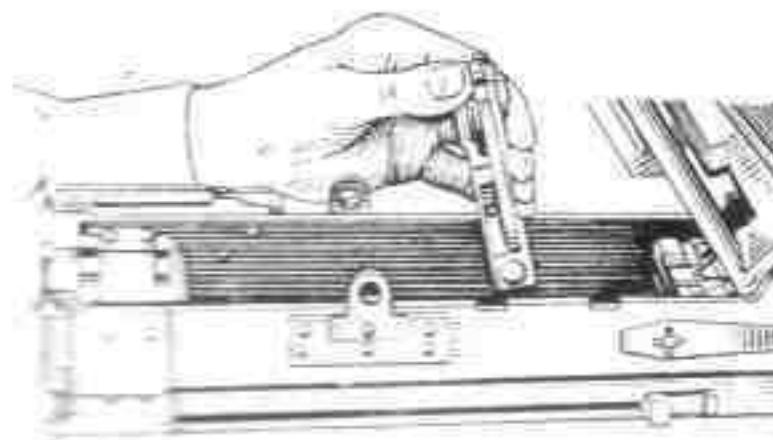

Рис. 7. Постановка корпуса отражателя в вертикальное положение
5) Поднять в вертикальное положение корпус отражателя с отражателем (рис. 7).